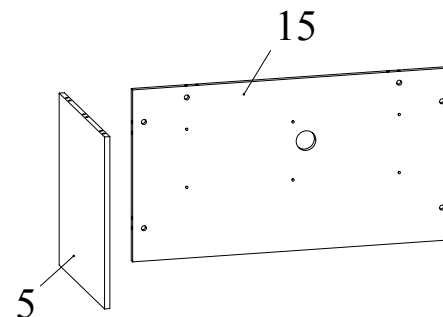

Рис.4
8. Установить заднюю стенку 15 на боковину 5 и зафиксировать, повернув конфирматным ключом головки минификсов по часовой стрелке до упора (Рис. 4).